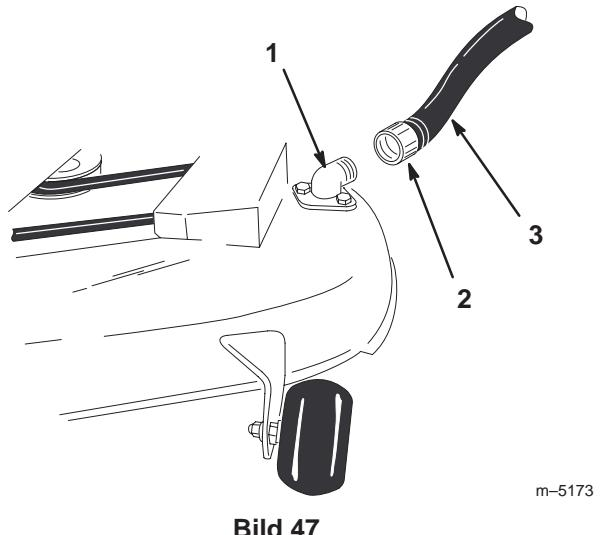

Bild 47
2. Drehen Sie eine Schlauchkupplung auf die Kupplung am Schneidwerk-Spülanschluss und drehen das Wasser mit starkem Druck auf (Bild 47).